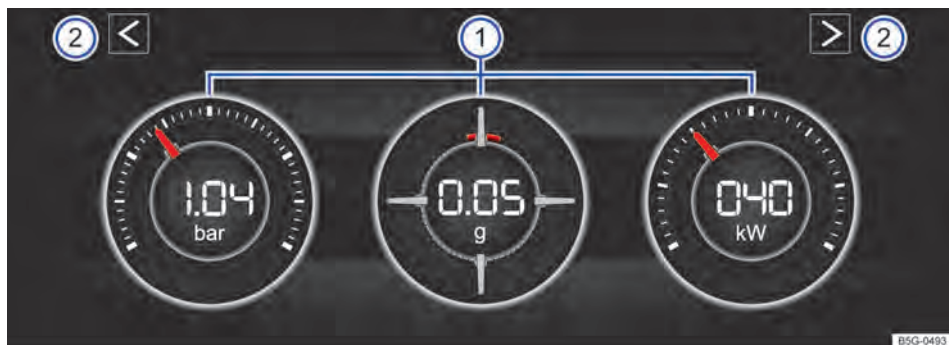

Fig. 24 No display do rádio: monitor de potência.
Legenda para → Fig. 24:
Se você desejar alternar entre o monitor de potência e o cronômetro → Página 36, toque em um dos botões de seta à esquerda e à direita acima dos instrumentos → Fig. 24 ②.
O display pode exibir, no máximo, três instrumentos simultaneamente. Cada um dos instrumentos pode ser selecionado para cada uma das áreas de exibição → Fig. 24 ① (esquerda, central, direita).
- **Indicação de pressão de carga:** a indicação da pressão de carga → Fig. 24 ① (à esquerda) exibe a pressão no circuito do ar de sobrealimentação entre o turbocompressor e o motor (em "bar"). Quanto mais o ponteiro fica à direita na escala, maior será a potência que o motor desprenderá.
- **Acelerômetro (G-Meter):** o acelerômetro (G-Meter) ① (centro) indica na área central o valor da aceleração (em "g"). A marcação vermelha na área disposta no display indica a intensidade da aceleração e a direção de força que atua (conforme os princípios físicos contrários). Se você, por exemplo, conduzir para a esquerda, a marcação vermelha do instrumento se moverá na área direita do instrumento (e vice-versa). Ao acelerar, a marcação vermelha se ►